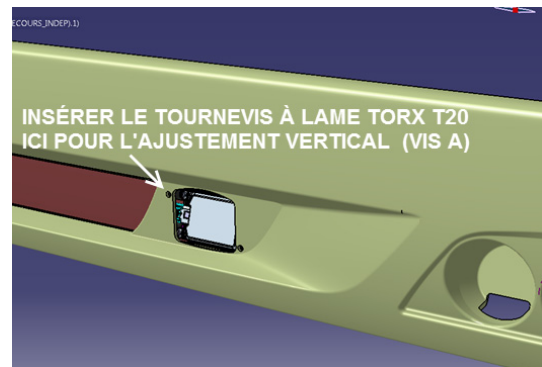

FIG.11
17. La vis **A** sert à ajuster l'inclinaison (plan vertical). Tourner la vis **A** dans le sens horaire ou antihoraire selon la direction nécessaire jusqu'à ce que l'inclinomètre affiche $90.0^{\circ} \pm 0.2^{\circ}$. Utiliser un tournevis à lame Torx T-20 (voir figures 11 & 12).